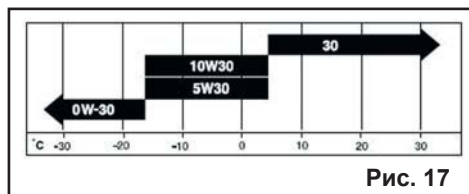

Рис. 17
**Примечание:** Для запуска двигателя и эксплуатации резчика швов в условиях низких температур (см. диаграмму на рис.17) допускается использование синтетического моторного масла для 4-тактных двигателей вязкостью SAE 5W30.
9.3.1. Установите резчик швов образом, чтобы сливная пробка (30) для слива масла оказалась самой низкой точкой двигателя (4).